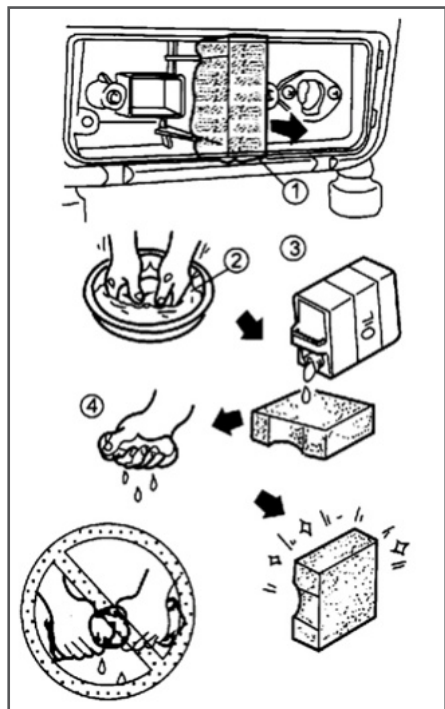

Рис. 11 Обслуживание воздушного фильтра
3. Промойте фильтрующий элемент в чистой, теплой мыльной воде и просушите. Сильно загрязненный элемент необходимо заменить (Рис. 11).